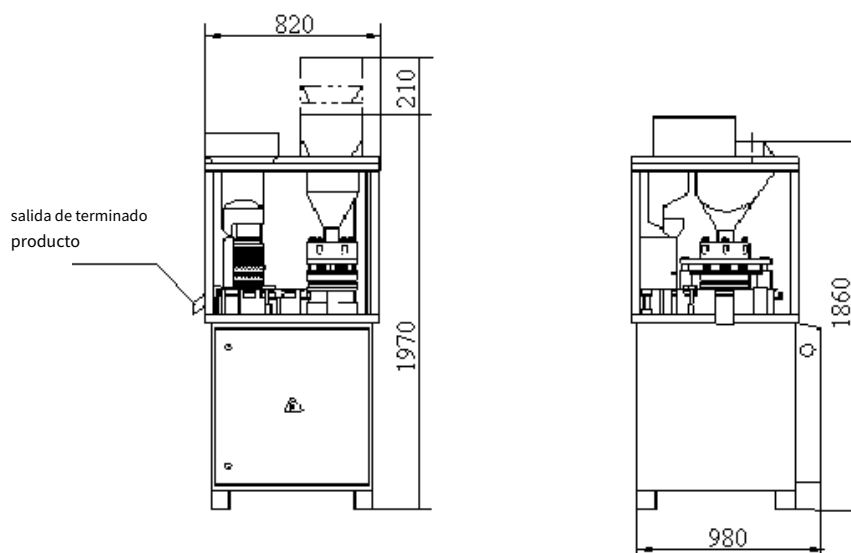

Fig.1 Apariencia y dimensiones
2.1 Dimensiones: 1020×860× (1970+210) mm (consulte la Fig. 1)